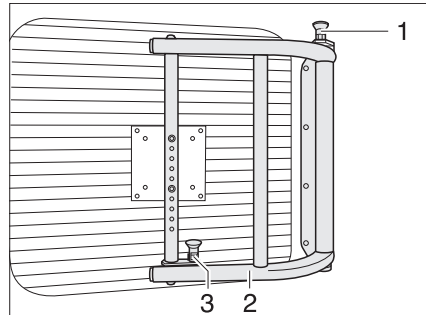

Bild 59 Schwenkarm für Flachbildschirm
- Entriegelungsknöpfe (Bild 59,1 und 3) nach oben ziehen, um den Schwenkarm zu entriegeln.
- Flachbildschirm mit der Halterung (Bild 59,2) in die gewünschte Position schwenken.